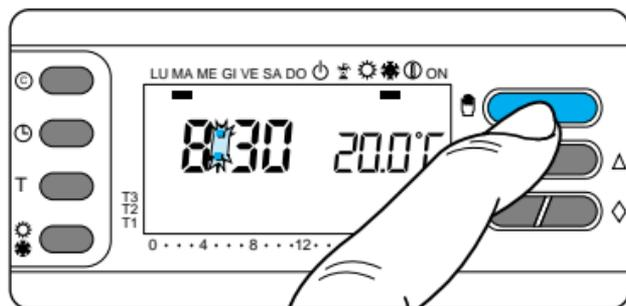

Fig. 76
15.2 - Mediante il pulsante  predisporre l'apparecchio in funzionamento MANUALE (fig.76).